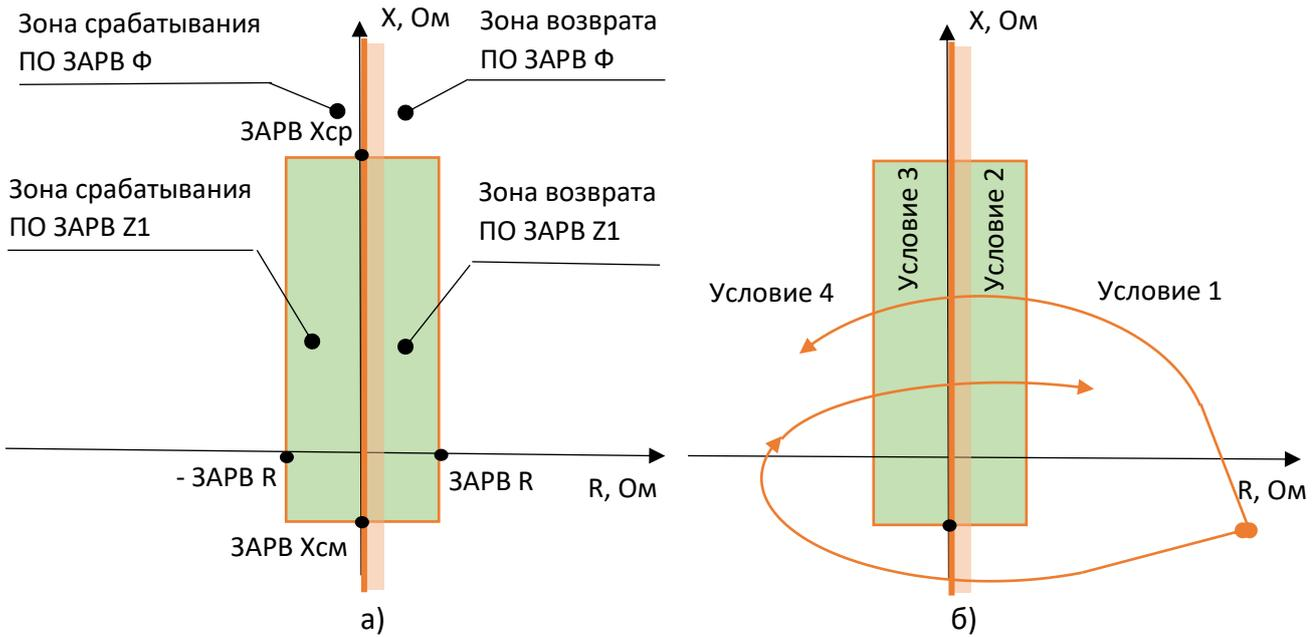

Рисунок 3.24 Характеристика срабатывания ЗАРВ (а) и годограф сопротивления при асинхронном ходе (б)
3.19.3 Провороты фиксируются косвенным способом при помощи пусковых органов сопротивления и направления активной мощности (см. рисунок 3.24).